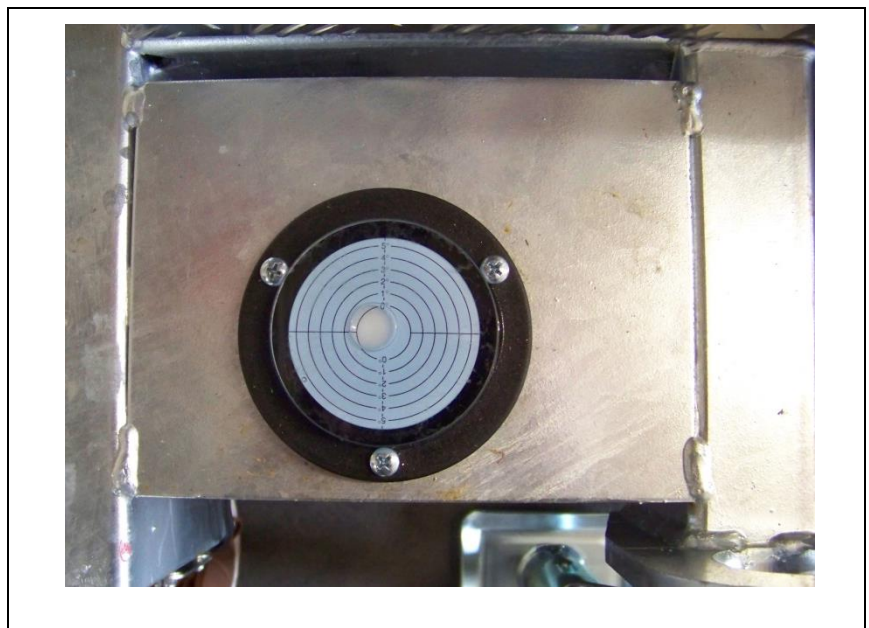

Abb. 6-2 Nivellierunglibelle (zeigt hier schlechte Ausrichtung an)
- ✓ Wenn sich die Luftblase im innersten Ring der Libelle befindet, ist die Flutlichtanlage in Längs- und Querachse waagrecht ausgerichtet (siehe Abb. 6-2).